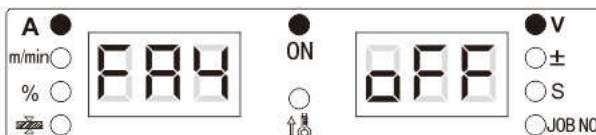

Рисунок 3-20. Отображение функции FA4 на цифровых дисплеях
2. Поворотом регулятора панели управления установите выбор функции FA4 (см. Рисунок 3-20).